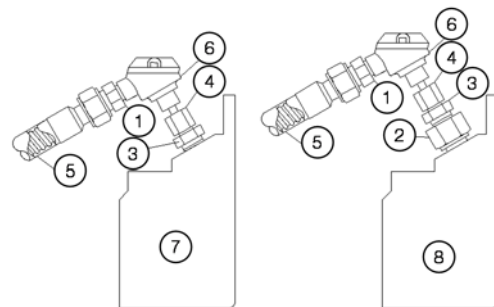

Рисунок 7.5. Pt100 на подшипниках
**Условные обозначения на Рисунок 7.5**